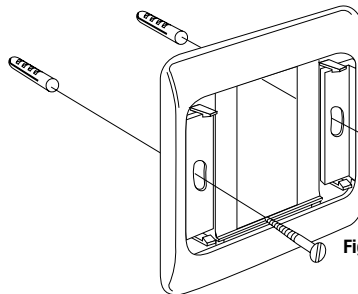

Fig.2E: vis
- Centrez l'ensemble et fixez-le sur la paroi au moyen des vis et des chevilles fournies (fig.2E).